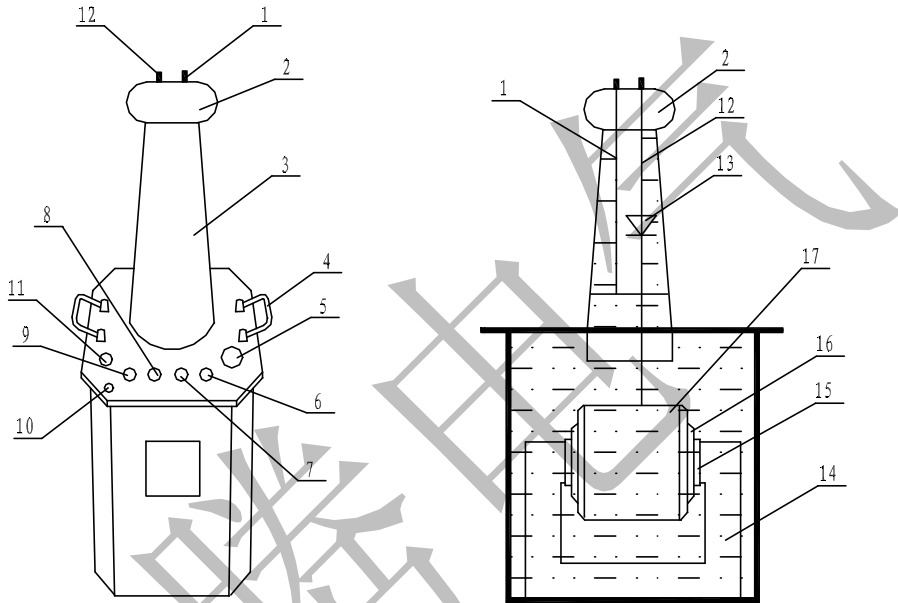

图 1: 单台 YDJ (G)、TDM (G) 试验变压器外部结构示意图 图 2: 单台试验变压器内部结构图
YDJ (G)、TDM (G) 系列轻型高压试验变压器采用单框芯式铁芯结构。初级绕组绕在铁芯上，高压绕组在外，这种同轴布置减少了漏磁通，因而增大了绕组间的耦合。产品的外壳制成与器芯配合较佳的八角形结构，整体外形显得美观大方。其外部结构图见图 1，内部结构图见图 2。